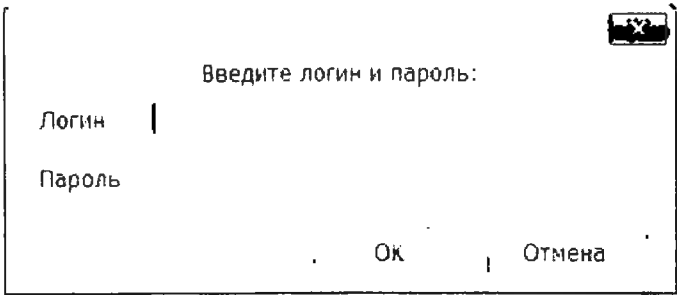

Рисунок 4 – Окно регистрации "Гость" для входа в систему ИС КТ
- активировать одинарным "щелчком" левой клавиши мыши строку с именем "Гость". Откроется окно регистрации "Гость" (рисунок 4);